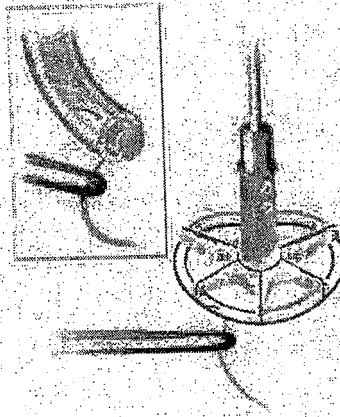

Figura 7
2. Pase suturas con una separación aproximada de 2 a 4 mm a través del anillo o banda, entrando por su parte inferior y saliendo por su perímetro (Figura 7).